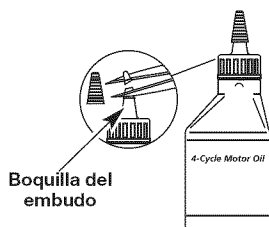

Fig. 6
Su unidad trae una botella de aceite SAE 30 SF, SG, SH de 60 ml (2.2 fl.oz.) (Fig. 6).
1. Desenrosque la tapa de la botella de aceite y retire el sello de papel que cubre la apertura. Vuelva a colocar la tapa. Corte la punta de la boquilla del embudo (Fig. 6).